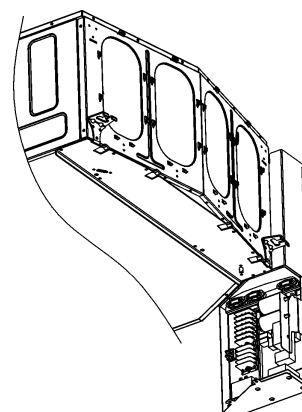

Fig. 28. Abaisser le coffret
2. Abaisser le coffret (cf. fig. 28).